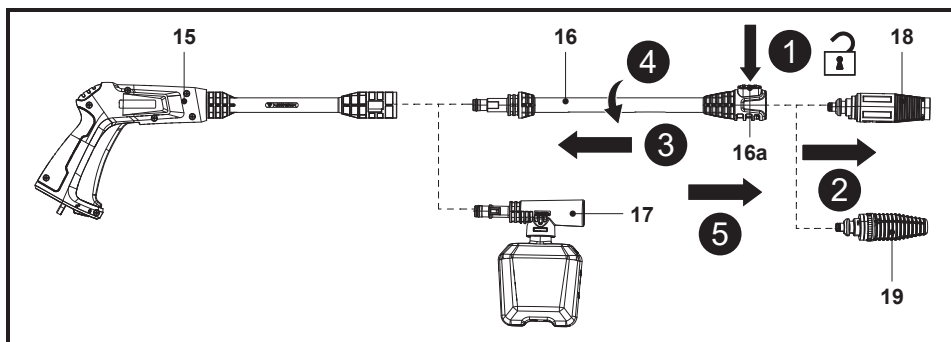

Fig. 3
**NOTA:** Quando dois componentes estão corretamente conectados, não é possível separá-los puxando-os diretamente para fora. Todos os acessórios da pistola de pulverização (15) devem ser inseridos na pistola para uma utilização adequada.
4. Para desconectar o bocal, prima o botão de bloqueio (16a), mantendo-o no lugar e, em seguida, puxe o bocal montado para fora (Fig. 3, passos 1, 2). Volte a instalar o bocal necessário.
5. Para desconectar a lança de extensão (16) ou o bocal (17) do recipiente de detergente, empurre e rode a lança de extensão (16) no sentido anti-horário a fim de os remover (Fig. 3, passos 3, 4, 5). Volte a instalar o acessório necessário da pistola de pulverização.